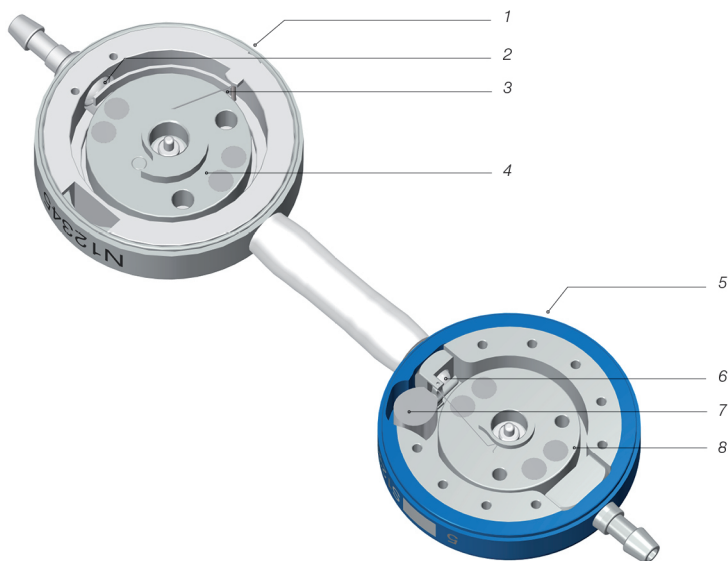

Bild 1: Tvärsnitt av M.blue plus
M.blue plus är ett ventilsystem som tillverkats av titan. Den består av en reglerbar differensstryckenhet (hädanefter även kallad *proGAV 2.0*) och en reglerbar gravitationsenhet (hädanefter även kallad *M.blue*) (Bild 1).